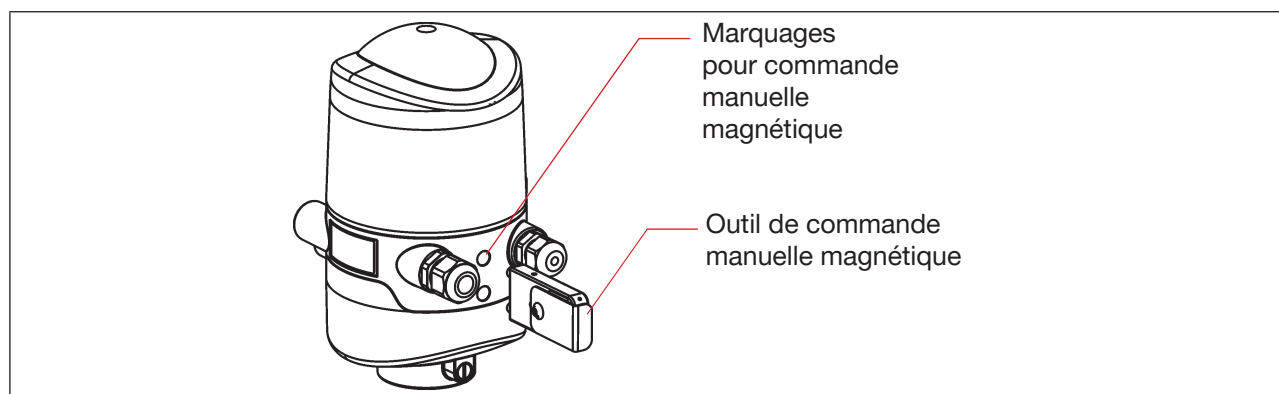

Fig. 49: Commande manuelle magnétique/outil de commande manuelle à base de champs magnétiques codés
- Activer la commande manuelle magnétique (possible uniquement en état de marche AUTOMATIQUE) : maintenir l'outil de commande manuelle contre les points de repère entre les presse-étoupes pendant 3 secondes (voir « Fig. 49 »), signalement de l'activation par la LED d'état de l'appareil/la LED supérieure/Top-LED (« Tableau 16 »)
- Désactiver la commande manuelle magnétique à la fin de la mesure : maintenir une nouvelle fois l'outil de commande manuelle pendant 3 secondes aux points de marquage situés entre les presse-étoupes (voir « Fig. 49 »).